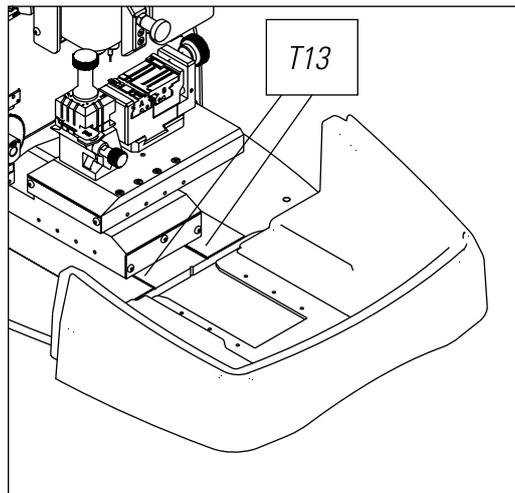

FIG. 30
- 3) Reintrodurre il vassoio spingendolo fino in fondo seguendo i due segni (t13) di colore nero sul banco (Fig.30)